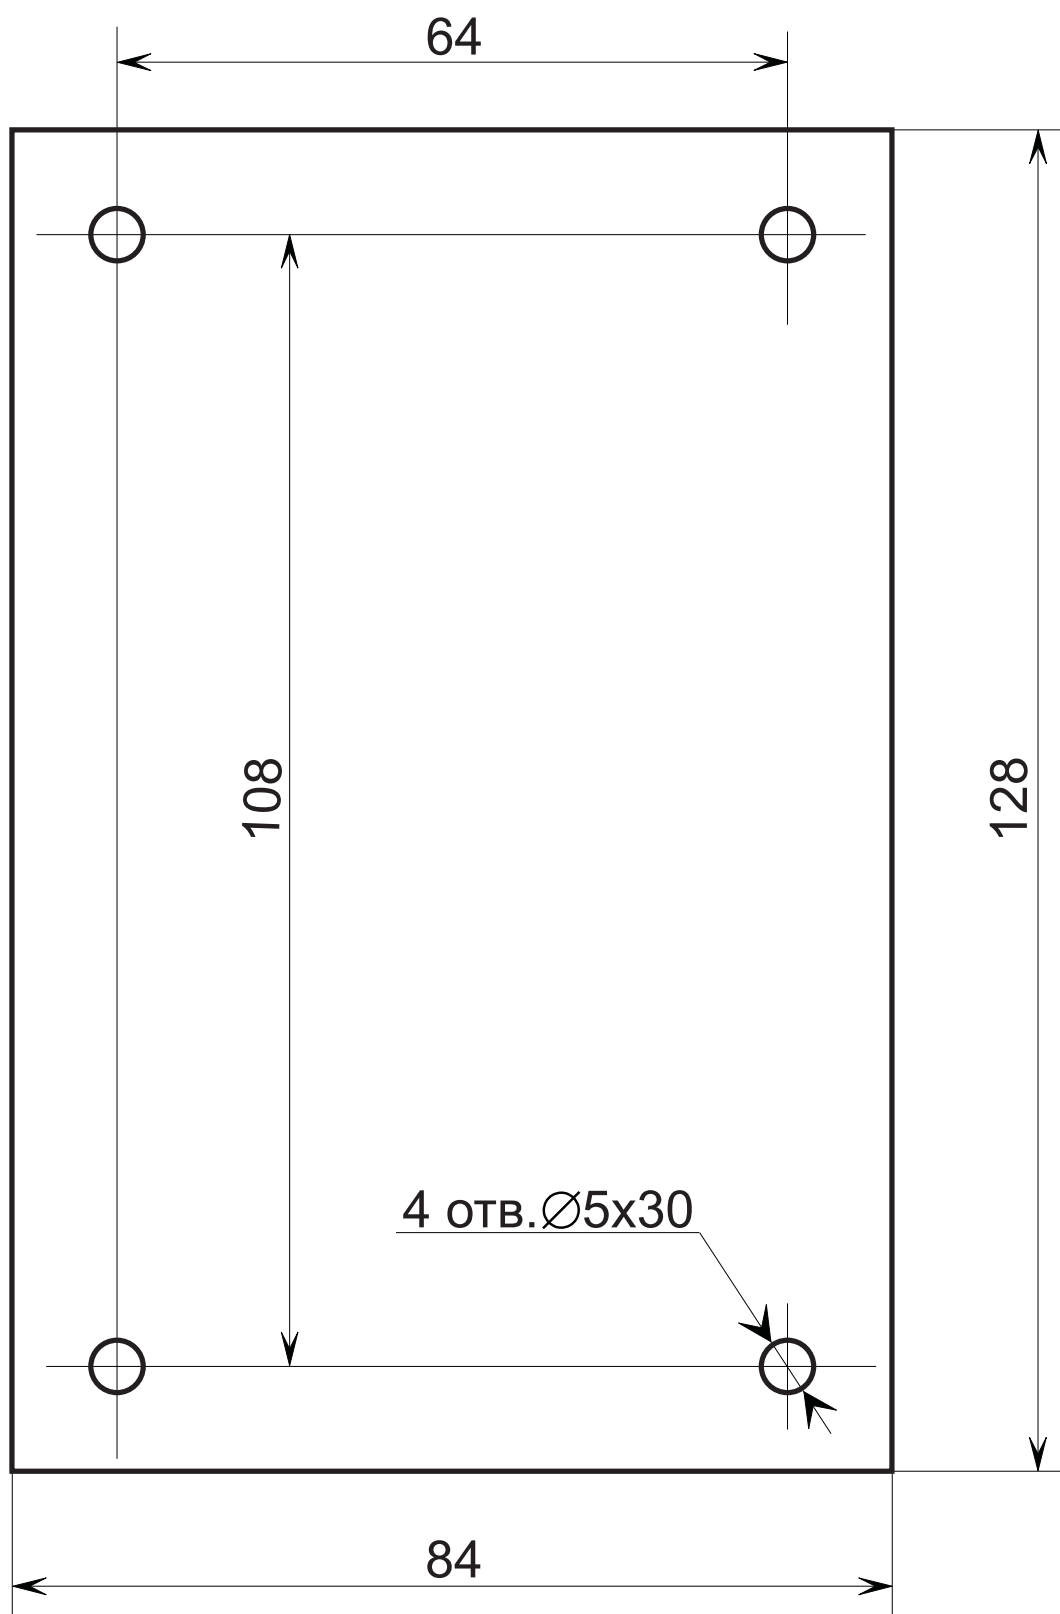

Рис. 6 Шаблон для разметки отверстий под установку считывателя
3. Произведите разметку и разделку отверстий для крепления считывателя и проводки его кабеля (размеры для разметки отверстий указаны на рис. 6).